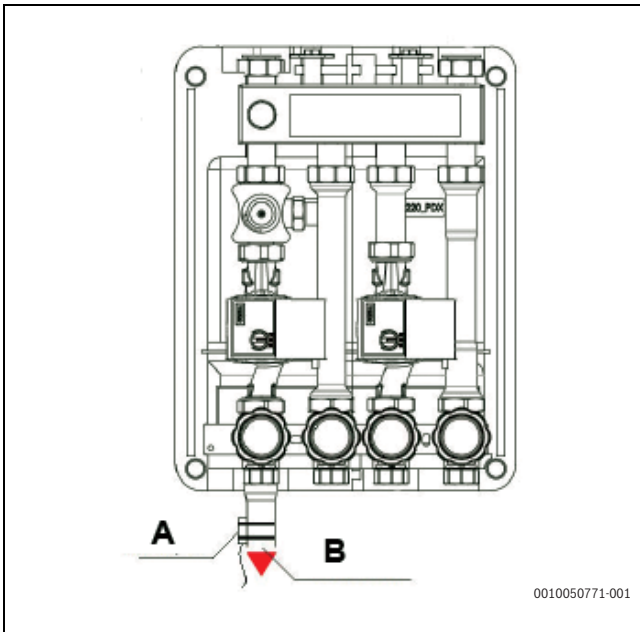

Fig. 235 Positionnement de la sonde de température Tw2
- Placer la sonde de température Tw2 (incluse dans le kit) T1BX - T1B30X (fourni séparément), dans le tube de refoulement de la zone basse température (→ fig. 235) en utilisant les colliers de serrage.
Suivre les instructions → fig. 235
- ▶ Couplage des inserts (2 ou 3 en fonction du modèle T-Box), (→ fig. 235).